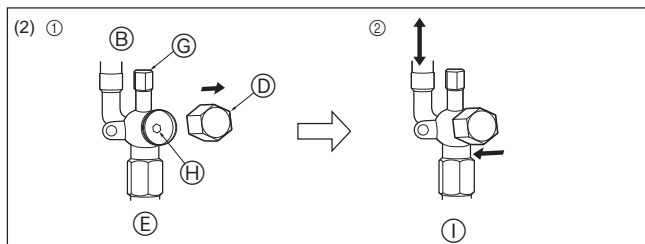

Fig. 4-7
- ① Quite la tapa, tire de la manivela hacia usted y gire 1/4 de vuelta hacia la izquierda para abrir.
- ② Cerciórese de que la válvula de parada esté completamente abierta, empuje la manivela y enrosque la tapa en su posición original.
(2) Lado del líquido (Fig. 4-7)
- ① Abra la tapa y gire la varilla de válvula hacia la izquierda hasta su tope, utilizando una llave hexagonal de 4 mm [5/32 inch]. Deje de girar cuando llega al tope. (Ø6,35 [1/4 inch]: Aproximadamente 4,5 revoluciones) (Ø9,52 [3/8 inch]: Aproximadamente 10 revoluciones)